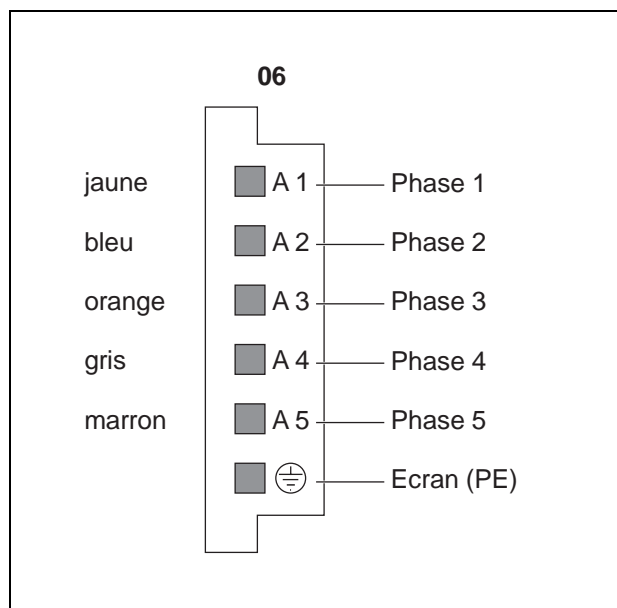

Figure 2-4 Raccordement du moteur
2. Introduire les 6 fils dans la fiche conformément à la figure 2-4 puis fixer en vissant.